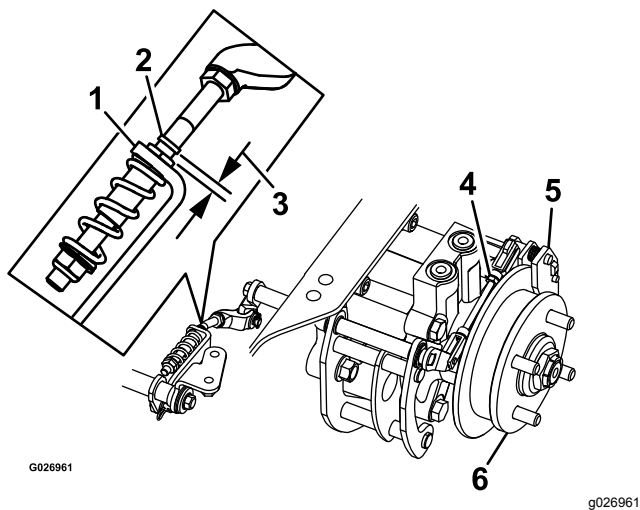

Figura 75
8. Compruebe si hay un espacio visible entre la escuadra y el tope del acoplamiento (Figura 75).